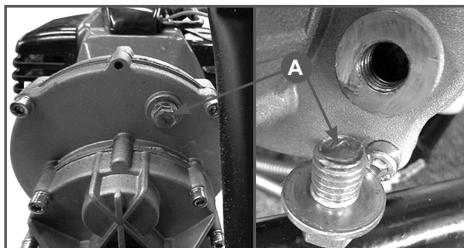

Рис. 2. Проверка наличия смазки
- Извлеките винт (A) под блоком редуктора и проверьте наличие смазки (Рис.2). При необходимости добавьте 50-100 г универсальной смазки (CHAMPION EP-0).